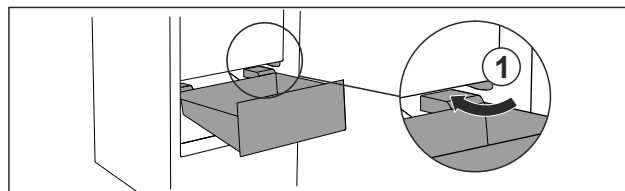

Fig. 85
- ▶ Guider le tiroir en biais en contournant les butées Fig. 85 (1).